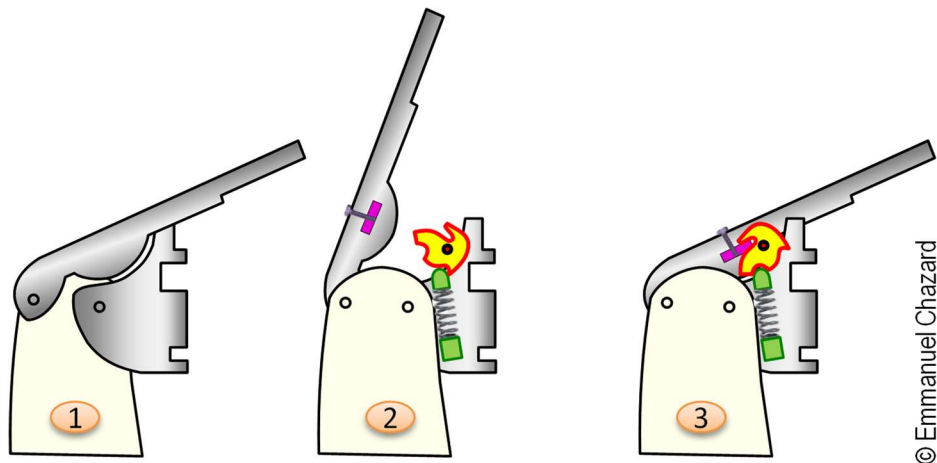

Figure 125. Cames de safran du HC 16
Le schéma (1) en Figure 125 présente l'aspect extérieur d'un safran de Hobie Cat 16 baissé : le casting supérieur couvre le casting inférieur, et tous deux maintiennent la pelle du safran en position basse.
En position débloquée (2 en Figure 125), le casting supérieur est libre, la pelle du safran peut donc monter et descendre librement. La came (en jaune) est en position haute (ici, tournée dans le sens horaire). Lorsqu'on baisse le safran, la came (en jaune) pivote vers l'arrière (ici, dans le sens anti-horaire), elle se baisse et mord une plaque métallique (en violet). Dans tous les cas, un ressort (en vert) appuie sur la came vers le haut et l'empêche de tourner trop aisément. Lorsqu'on remonte le safran (2 en Figure 125), la came retourne en position haute et libère la plaque métallique.